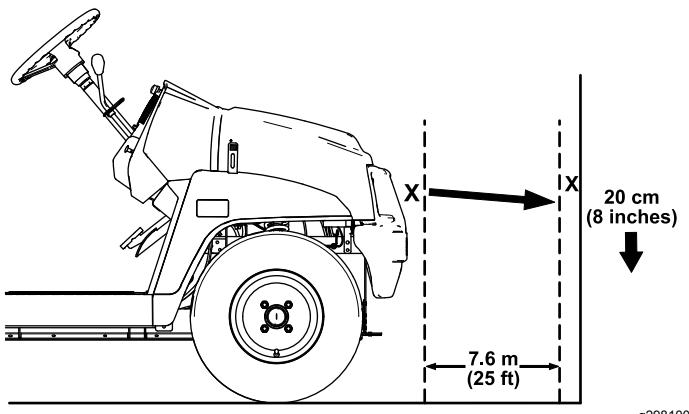

Figura 41
1. Parcheggiate la macchina su terreno pianeggiante con i fari a circa 7,6 m di distanza da una parete (Figura 41).
La parte più luminosa del fascio dei fari deve trovarsi 20 cm sotto il segno tracciato sulla parete (Figura 41).